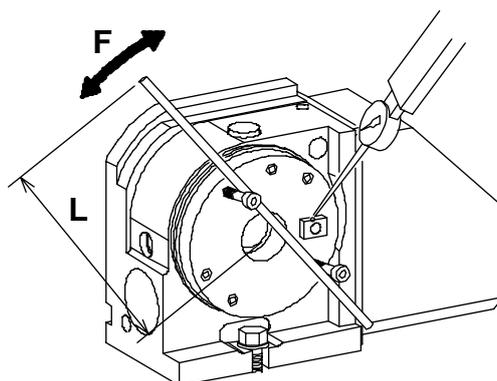

Fig.2
- 2) Ruotare lentamente la tavola, facendo uso della chiavetta posta sulla superficie della tavola come indicato nella fig.2. Quando i denti della ruota a vite senza fine ingranano con l'albero a vite senza fine leggere il valore indicato dal misuratore analogico. A questo punto, la coppia di rotazione aggiunta alla tavola è la seguente. Successivamente, mantenendo le stesse condizioni, ruotare la tavola in direzione opposta. La differenza tra le due misure è la quantità di gioco.